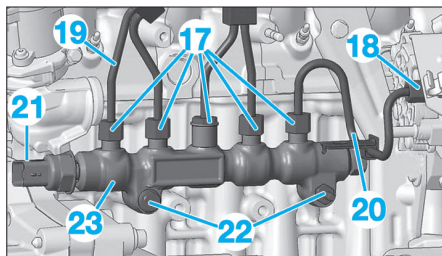

Fig. 43
- Desserrer les raccords (17) et (18) (Fig.43).